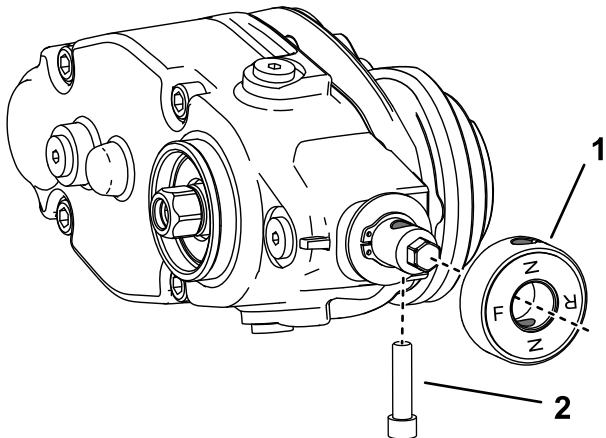

図 13
7. 左側にグルーマを取り付ける場合は、以下の作業を行ってください **図 13**